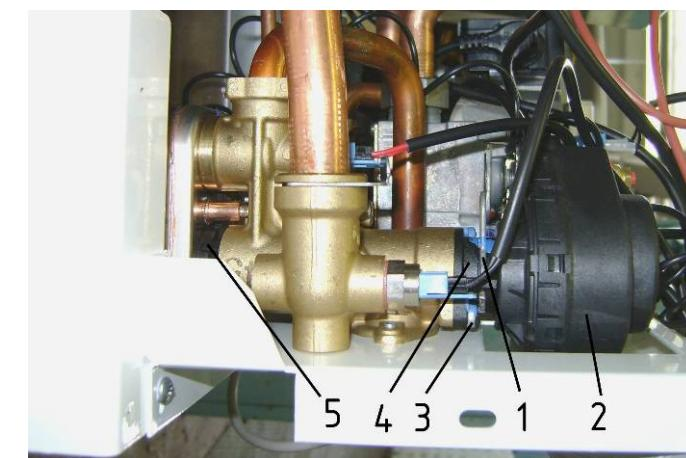

Рис. 23. Разборка трёхходового клапана
- ✓ извлечь скобу 1 (см. Рис. 23) крепления электродвигателя к корпусу трёхходового клапана и снять электродвигатель 2;